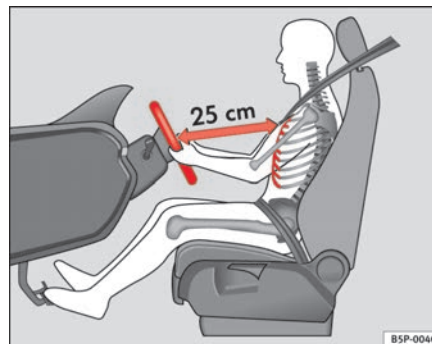

Abb. 134 Die richtige Sitzposition des Fahrers
- Stellen Sie das Lenkrad so ein, bis die gewünschte Einstellung erreicht ist ⇒ Abb. 134.
- Stellen Sie den Fahrersitz oder das Lenkrad so ein, dass der Abstand zwischen Lenkrad und Brustbein mindestens 25 cm beträgt ⇒ Seite 171, Abb. 134. Wenn Sie den Mindestabstand nicht einhalten, kann Sie das Airbag-System nicht schützen – Lebensgefahr!